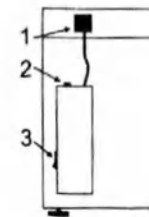

Рисунок 5
- 4.2 Предохранитель розетки (для моделей с внутренними розетками). Отсоедините прибор от сети. Открутите крышку держателя предохранителя (рис. 5/2 или 6/FU1). Проверьте предохранитель и, при необходимости, замените, **M** 5,0 A (тип **M** - time lag; Medium).